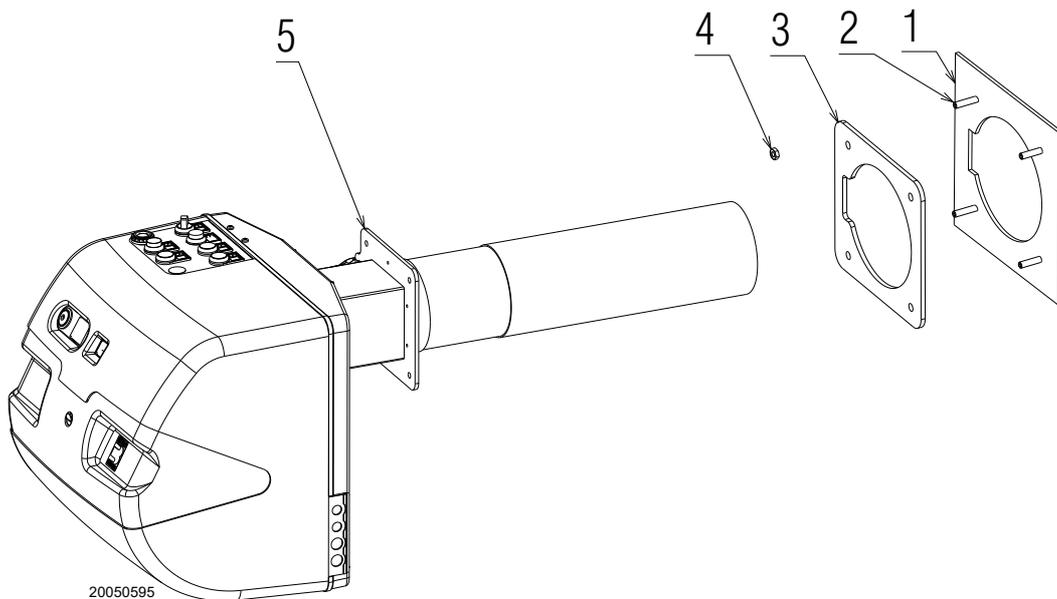

Fig. 16
- Avvitare i prigionieri 2)(Fig. 16) alla piastra della caldaia 1)(Fig. 16).
- Posizionare lo schermo refrattario 3)(Fig. 16).
- Fissare la flangia 5)(Fig. 16) alla piastra della caldaia ed avvitare i dadi 4)(Fig. 16).